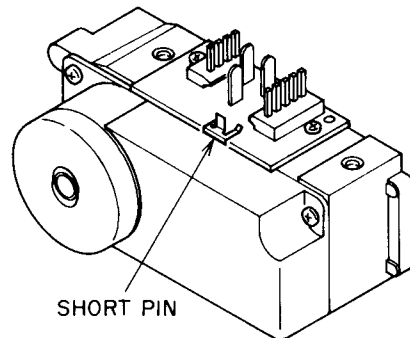

Fig. 1-2 Pickup Block
b) Laser diodes supplied as spare parts for replacement of pickup blocks have their terminals shorted with shorting clips. Make sure these shorting clips are only removed after soldering of the Laser diode terminals is completed. (Refer to Fig. 1-2)
b) Les diodes Laser de rechange fournies pour les blocs de lecture sont court-circuitées par des clips coupe-circuit, aux bornes. Veillez à ne retirer ces derniers qu'après avoir fini de souder les bornes de la diode Laser. (Voir Fig. 1-2) De plus, si pour une raison ou une autre le bloc de lecture doit être démonté, veillez à ce que les diodes Laser soient toujours, auparavant, mises hors-circuit aux bornes.
b) An den als Ersatzteilen mitgelieferten Laserdioden, die zum Austausch an den Abtast-Blöcken vorgesehen sind, wurden die Anschlüsse mit Überbrückungsklemmen kurzgeschlossen. Diese Kurzschlußklemmen auf jeden Fall erst entfernen, nachdem das Einlöten der Laserdioden-Anschlüsse abgeschlossen ist. (Siehe Fig. 1-2)